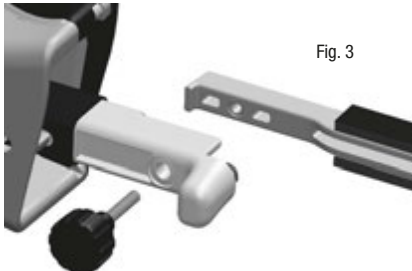

Fig. 3
7. Remova o braço de contato e substitua com o braço desejado. Certifique-se de que a guia na extremidade do braço seja o canal da Montagem do Braço de Acompanhamento. (Veja a fig. 3)